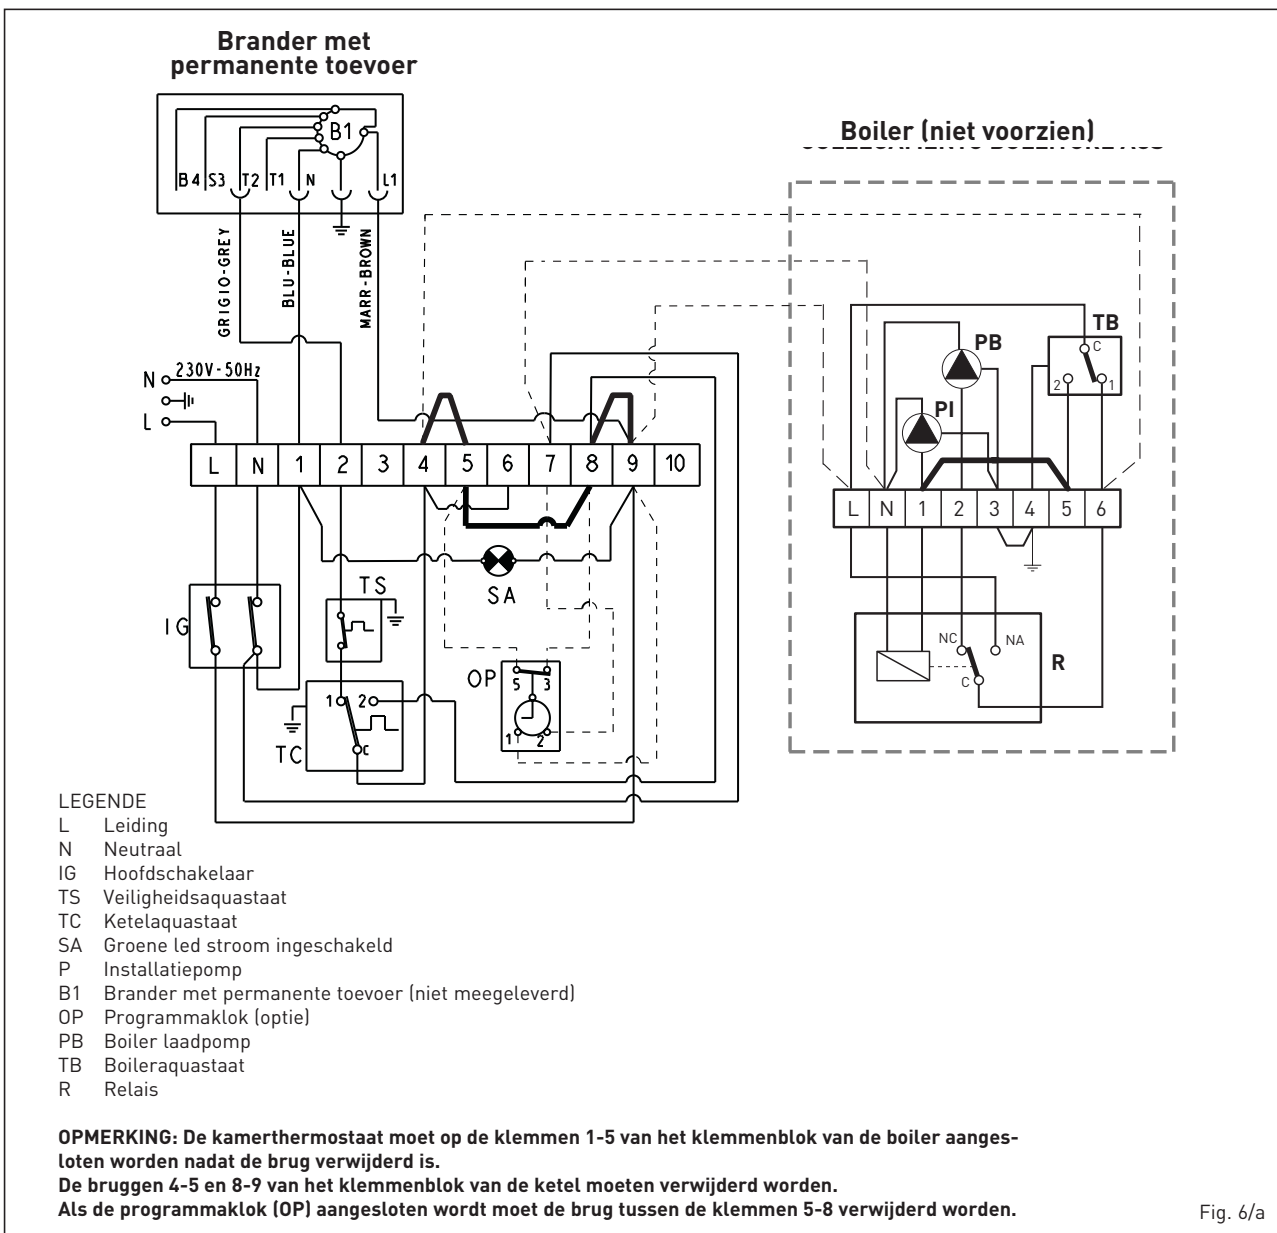

Fig. 6/a
- sluit de kabels aan zoals op het schema aangegeven staat (fig. 6/a).